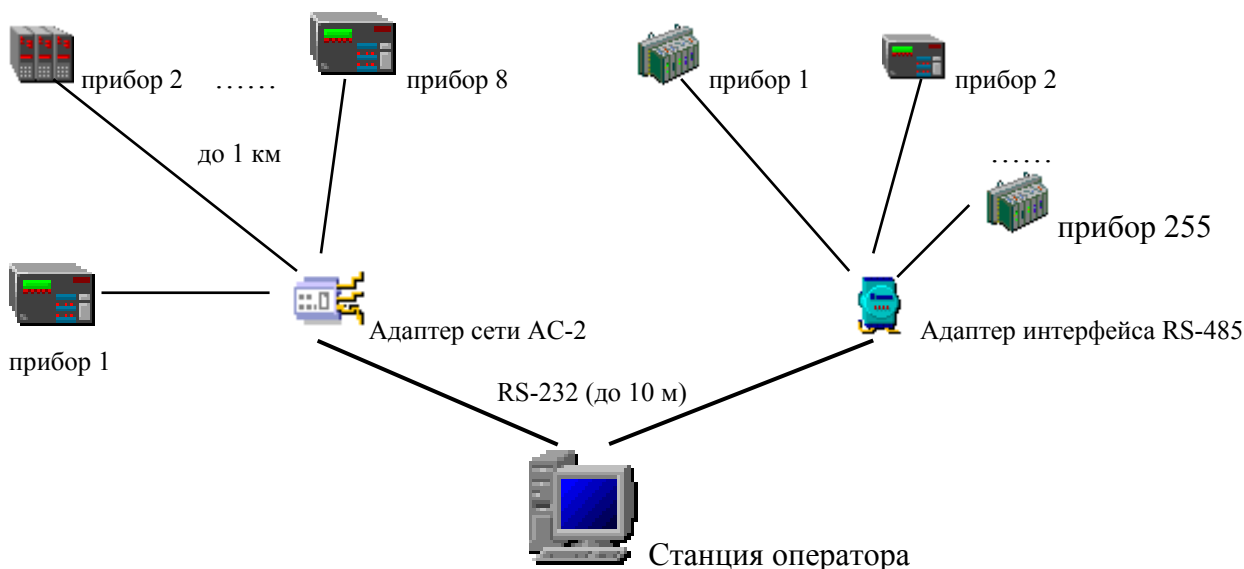

Рис. 1. Типичный вид системы при подключении приборов через адаптеры АС-2 и RS-485
3.3 Адаптер сети АС-2 предназначен для подключения до 8 приборов (например, измерителей и/или регуляторов) к одному СОМ-порту персонального компьютера. Каждый прибор может иметь от 1 до 8 каналов измерения, таким образом, через один порт компьютера может считываться до 64 аналоговых параметров процесса. Обычно адаптер располагается в непосредственной близости от компьютера (длина линии связи не более 10 м), а интерфейс связи адаптера с приборами позволяет располагать последние на расстоянии до 1 км от адаптера сети АС-2 (см. рис. 1).